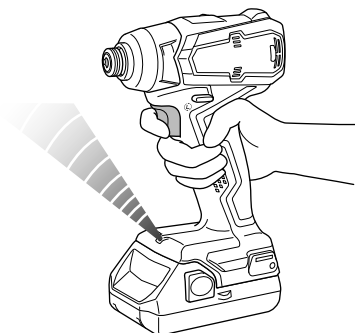

Fig. 13
11. Messages d’alerte par témoin DEL (Fig. 13)